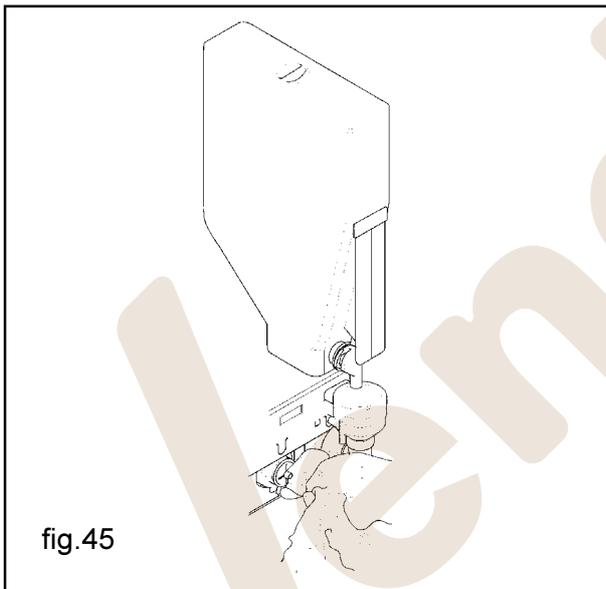

fig.45
- con un trapo humedecido en la solución, limpiar la base de las batidoras (fig. 45)